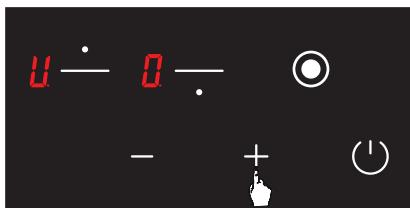

Рис. 10
3. Потім однократно натисніть кнопку . Після цього дотику на індикаторі відповідної конфорки відобразиться значок (Див. рис. 10). Отже, функцію підтримання температури увімкнено.